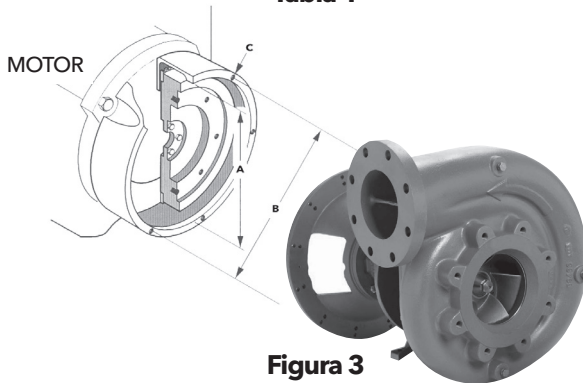

Figura 3
- La Figura 3 muestra la apariencia ahuecada de los volantes fabricados para ser utilizados en montajes de despegue propulsados con embragues de sobrecentro.
- Dichos volantes poseerán un orificio empotrado mecanizado en la superficie, y un conjunto de agujeros de colada, que serán utilizados para conectar el acoplamiento al volante. Las dimensiones se encuentran determinadas por el estándar SAE y se detallan en las Tabla 1A y 1B, Figura 3. El "tamaño del embrague" que se muestra en la tabla es el diámetro nominal del recubrimiento del embrague para Embragues de sobrecentro con anillo de accionamiento.